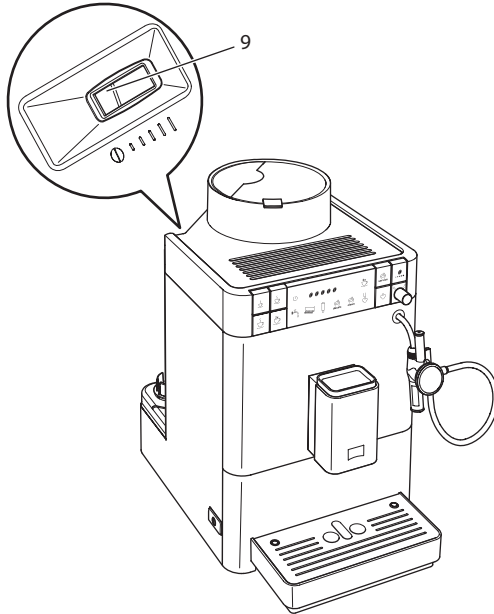

Bild 13: Spak för inställning av malningsgrad
- » På höljet ser du nu spaken för inställning av malningsgrad (9).
2. Skjut spaken åt vänster eller höger enligt Bild 13.